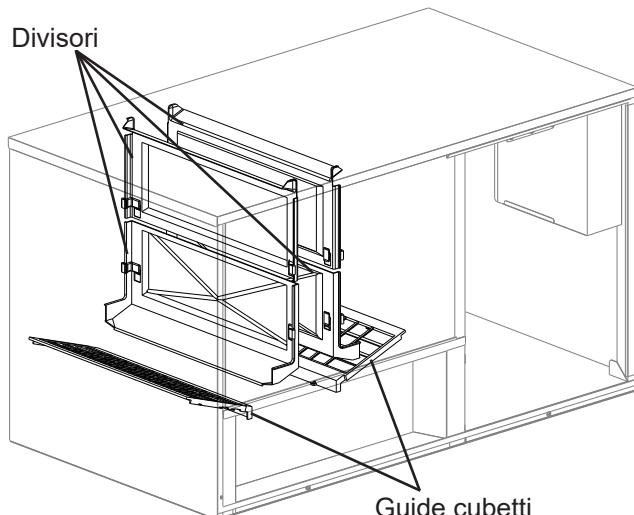

Fig. 9
- Il cartone utilizzato per il trasporto, i nastri e il materiale di imballaggio sono stati rimossi dalla macchina? Le guide cubetti sono nella posizione corretta? Vedere Fig. 9. I divisorì tra i banchi dell'evaporatore sono fissati correttamente ai loro ganci di sostegno?